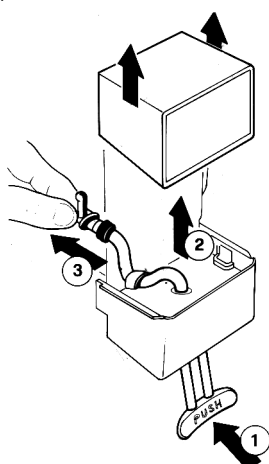

figura 8
- 1 - Desenganchar y levantar la cobertura grifo. Empujar la palanca mando grifo (1) y sacar el tubo goma de salida desde su situación vertical (2) en el cuerpo del grifo, y horizontal (3) desde el fondo del contenedor (ver figura 8).